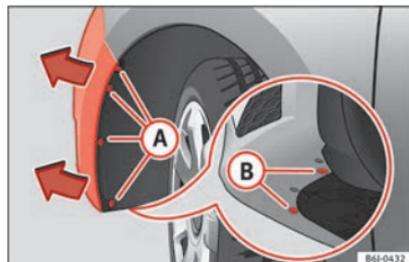

Fig. 106 Faro fendinebbia: accesso al connettore e al portalampe.
- Servirsi di un cacciavite per rimuovere le 4 viti A »» fig. 106 situate all'interno del passaruota e le 2 viti inferiori B »» fig. 106 del paraurti.